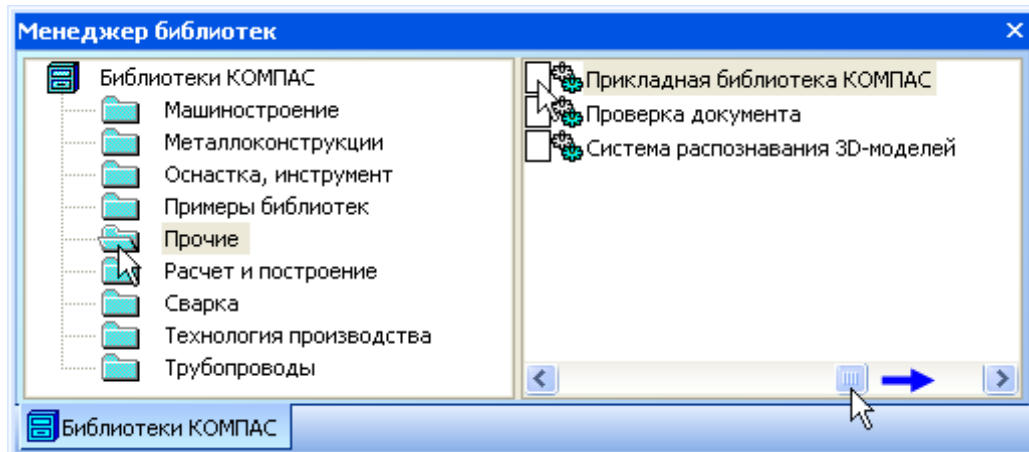

Рисунок 28.
- Щелкните мышью в прямоугольнике слева от имени библиотеки Прикладная библиотека КОМПАС — библиотека будет подключена к системе (рис. 28).